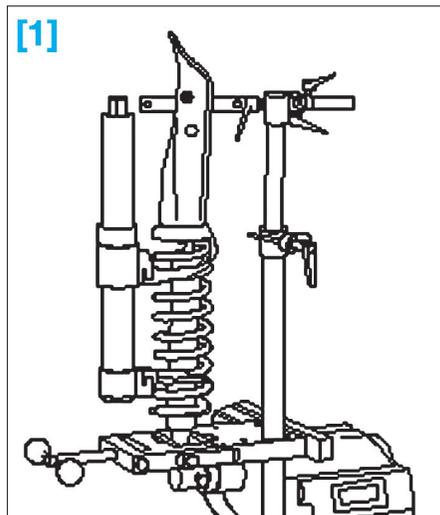

FIG. 69
- [1]. Compresseur de ressort Ref. V.A.G 1752 (Fig.69).